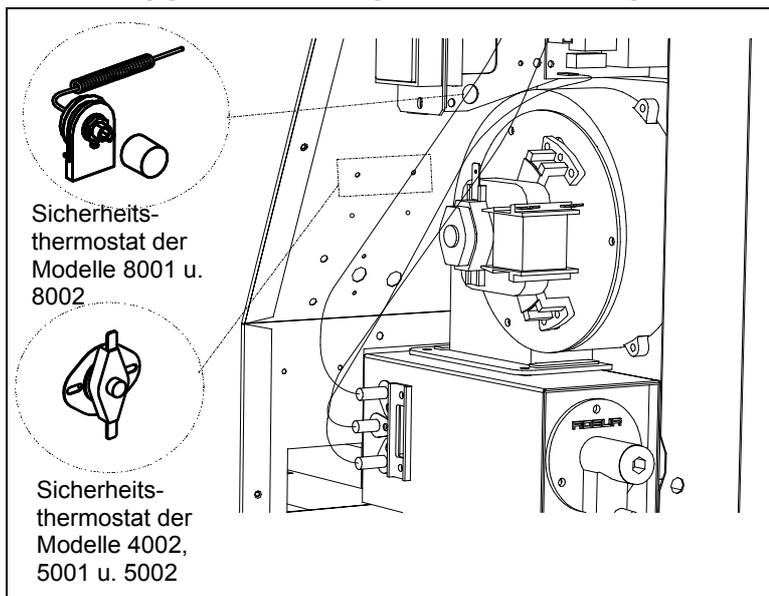
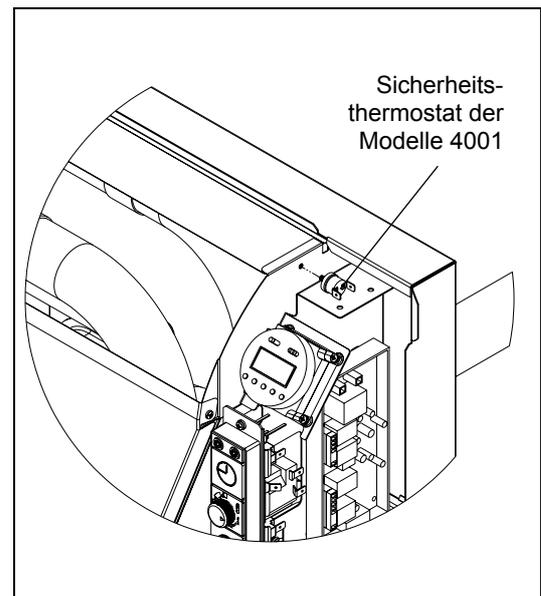
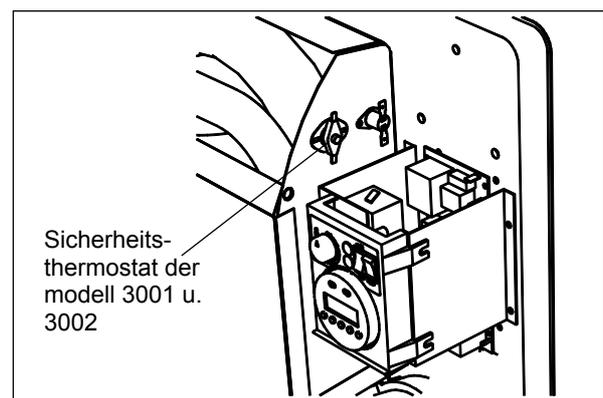

Abb. 33 – RESETTASTER SICHERHEITSTHERMOSTAT BEI DEN MODELLEN 4002, 5001, 5002, 8001 U. 8002
Abb. 34 – RESETTASTER SICHERHEITSTHERMOSTAT BEI DEN MODELLEN 4001
Abb. 35 – RESETTASTER SICHERHEITSTHERMOSTAT MODELL 3001 u.3002
3. **Überhitzung:** sollte während des Betriebs der Ventilator ausfallen oder der Warmluftaustritt verstopft sein schaltet das Sicherheitsthermostat, die Stromzufuhr zum Gasventil wird unterbrochen. Nach Abkühlung die Resettaste am Thermostat drücken. (Abb.33, Abb.34 od. Abb. 35). Sollte sich das wiederholen verständigen Sie den Kundendienst.